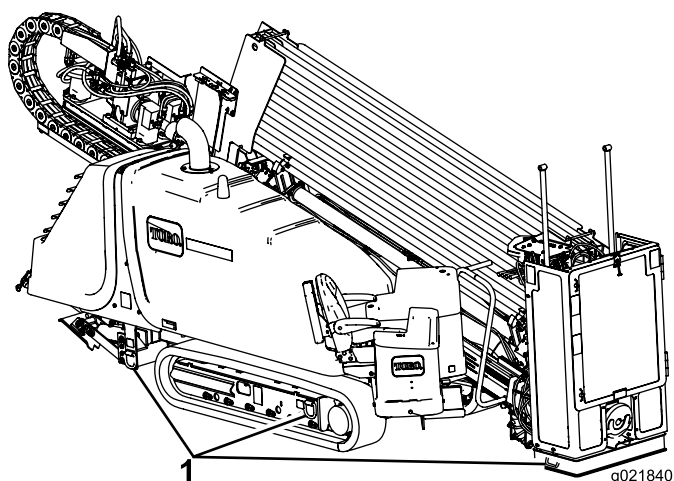

Figura 73
8. Utilice cadenas y tensores con suficiente capacidad para amarrar la máquina al remolque usando los anillos de los bastidores de las orugas y la placa de sujeción (Figura 73).